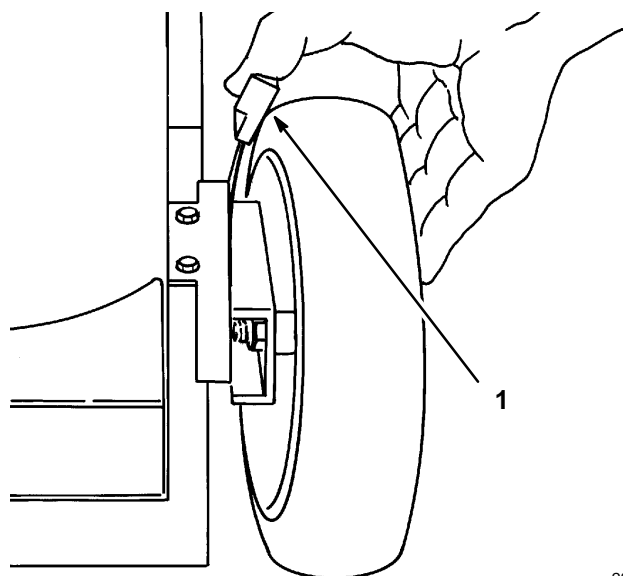

Figure 15
2. Para facilitar el ajuste, levante la caja de modo que la rueda no toque el suelo. **Al alzar no meta los dedos debajo de la cubierta.** Apriete la palanca de ajuste hacia la rueda (Fig. 15) y muévela hasta la posición deseada. Asegúrese de que el pasador de la palanca de ajuste de corte se enganche en la ranura de la placa de la caja. Ajuste todas las ruedas a la misma altura de corte.